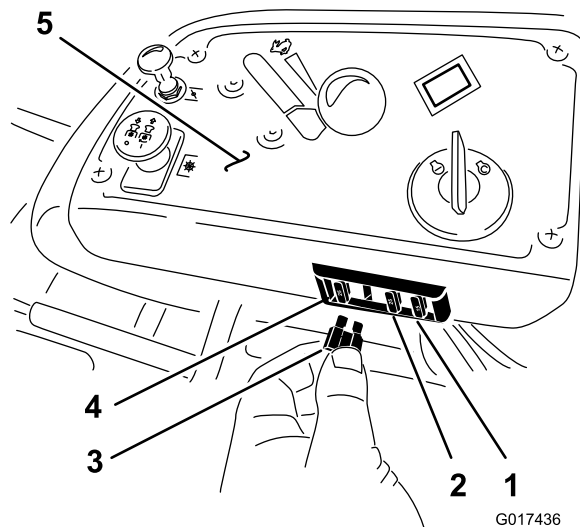

Figure 49
Les fusibles sont situés sur la console droite, près du siège (Figure 49).
2. Remplacez le fusible (Figure 49).